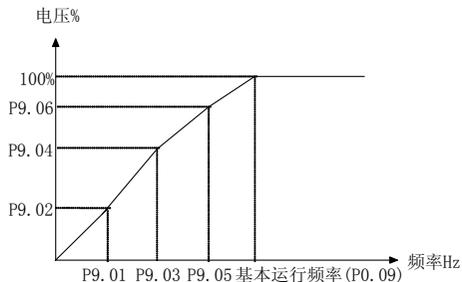

图 5-9-2 用户设定V/F曲线一般形式
- ◆ 当P9.00选择4时, 用户可通过P9.01~P9.06自定义V/F曲线, 如图5-9-2所示, 采用四点折线方式定义V/F曲线, 以适用于特殊的负载特性。注意:  $V1 < V2 < V3$ 。低频时电压设定过高可能会造成电机过热甚至烧毁, 变频器可能会过流失速或过流保护。